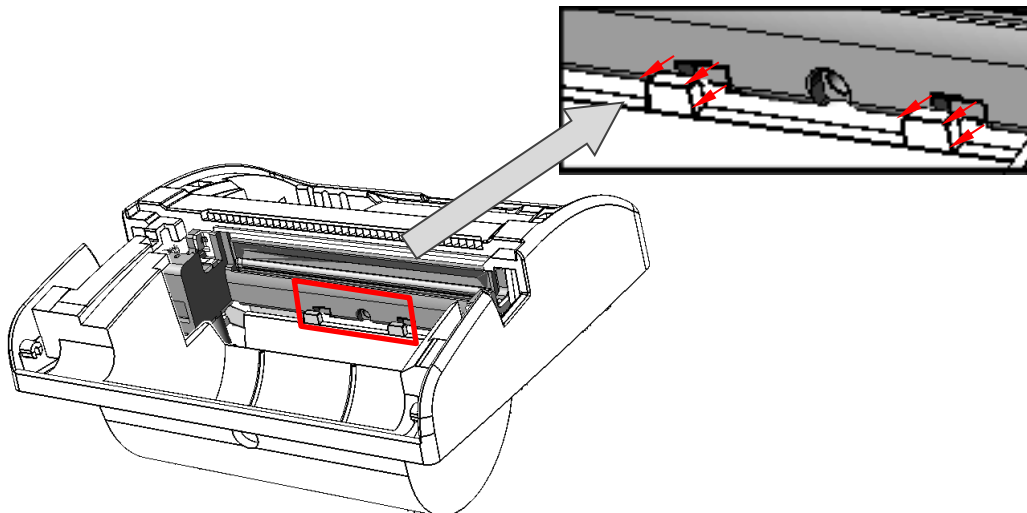

Рисунок 30. Смещение фиксаторов из пазов **ТПГ**
14.3. При этом нужно сместить (выдвинуть) фиксаторы из пазов **ТПГ**, см. рисунок 30.